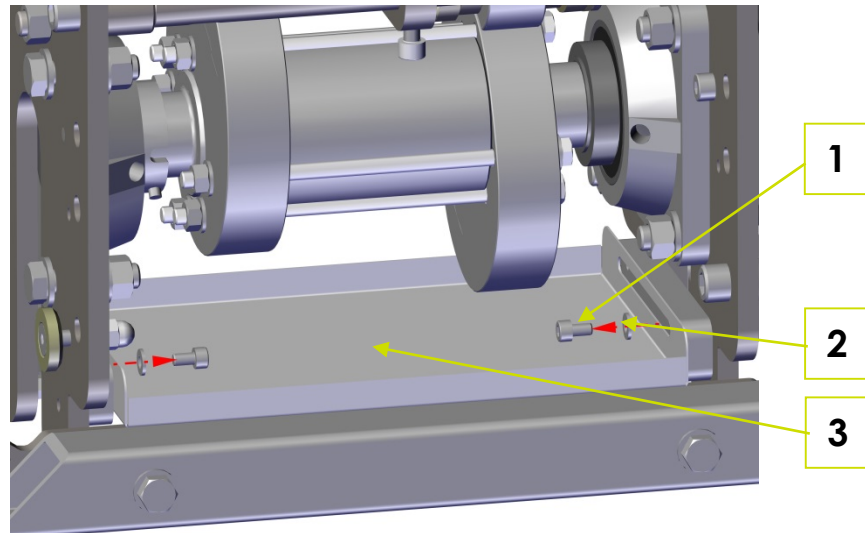

Fig. 8-1: Démontage du bac de récupération des déchets
1. Enlever les deux vis cylindriques M6x10 (1) et les rondelles (2) (Fig. 8-1 : Démontage du bac de récupération des saletés).
2. S Enlever le bac de récupération des saletés (3) par le côté.